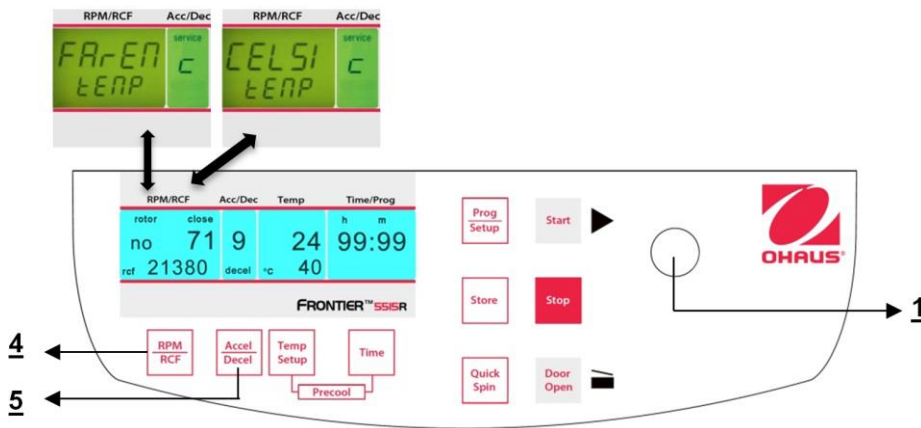

Figura 32
Proceda como se describe en el punto 4.1.2 para ingresar en este modo de programa y luego presione el botón "**Accel/Decel**" (5). En la pantalla "**Acc/Dec**" (A-2) aparece la palabra "**Service**". Ahora seleccione la letra "**C**" con la perilla de ajuste (1). Como resultado, en la pantalla "**RPM | RCF**" (A-1) aparecen las palabras "**CELSI/temp**". Si presiona el botón "**RPM | RCF**" (4), la palabra "**CELSI**" destella y puede cambiar la pantalla a Fahrenheit "**FAREN**" con la perilla de ajuste (1) (vea la Figura 32).